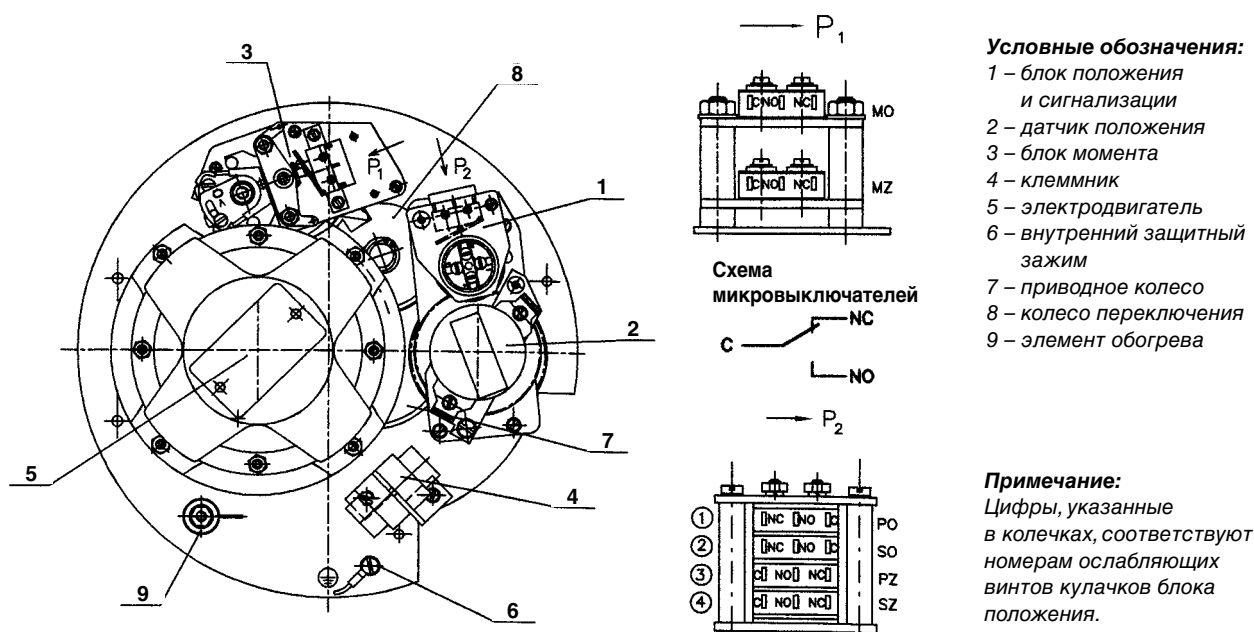

Рис. 1 - Плата управления
- **часть управления** – обеспечивает отдельные рабочие функции электропривода, как выключение в зависимости от момента, выключение в зависимости от положения, сигнализация и дистанционная передача информации о положении. Она состоит из следующих механических узлов (блоков), расположенных на плате управления в соответствии с рис. 1 – блок положения и сигнализации 1, датчик положения 2, блок момента 3, клеммник 4 и элемент обогрева 9. Блок положения и сигнализации оснащен четырьмя микровыключателями – по два микровыключателя на каждое направление вращения выходного вала. Точка срабатывания каждого микровыключателя устанавливается самостоятельно в пределах рабочего хода электропривода. Блок момента оснащен самостоятельно устанавливаемыми микровыключателями – по одному для каждого направления вращения.